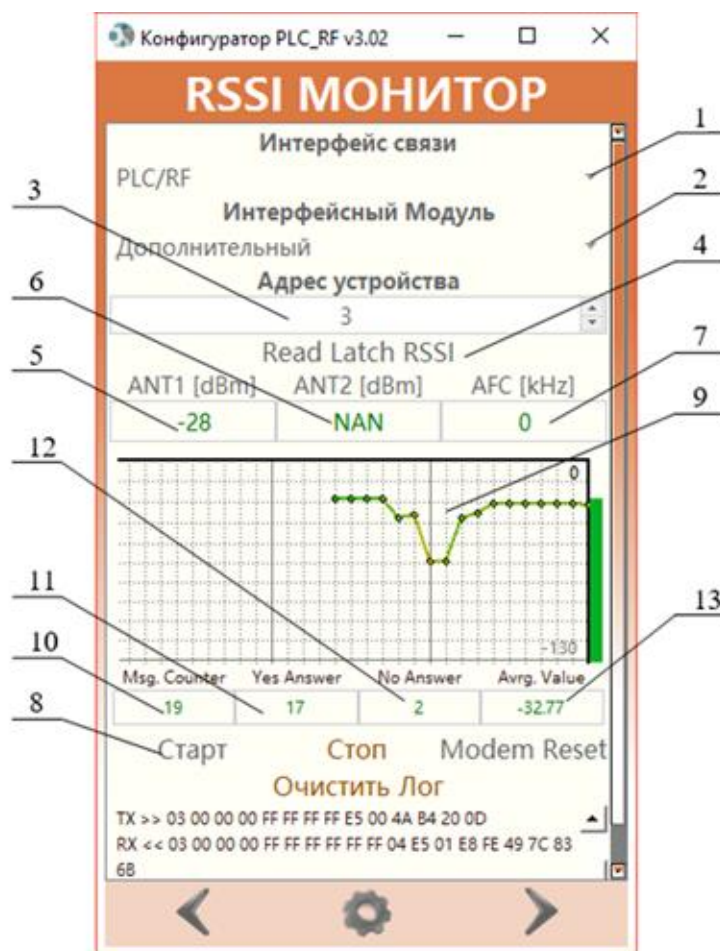
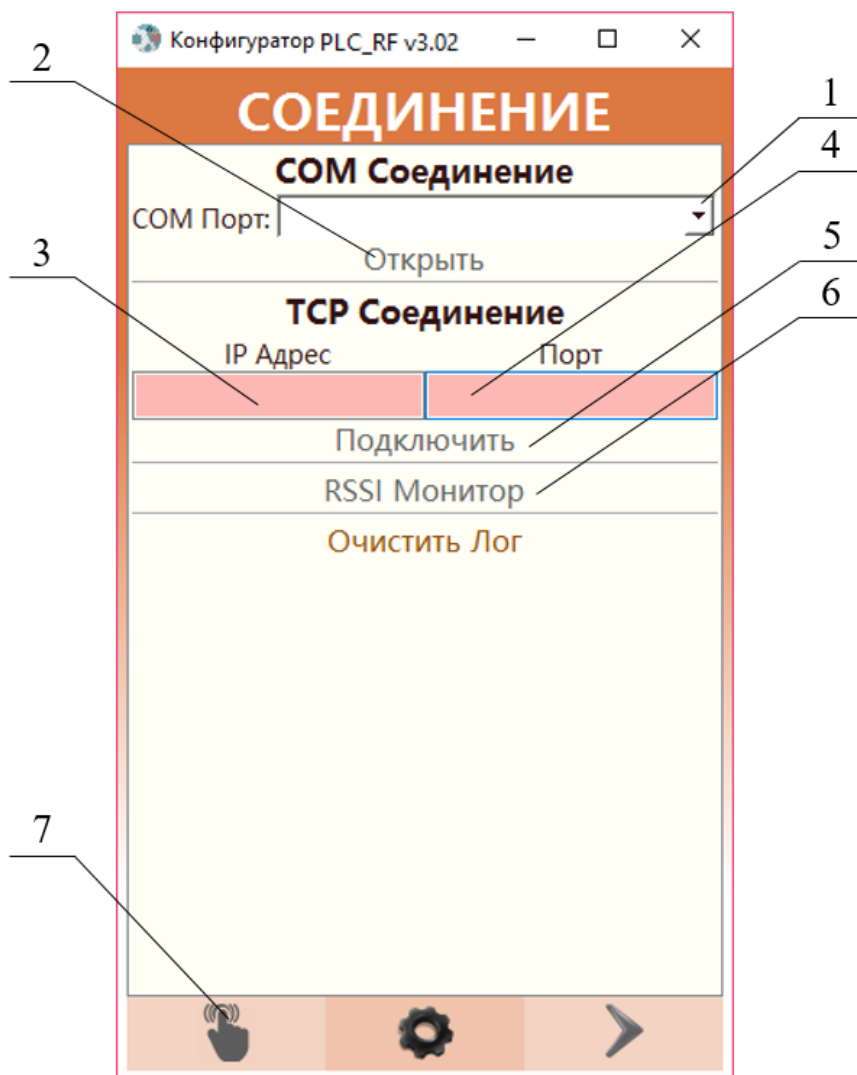
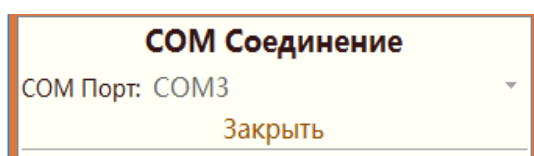
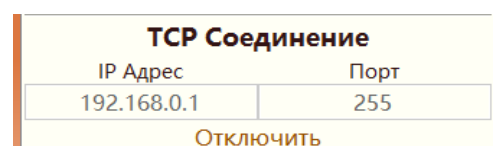

Рисунок 4 – окно «RSSI Монитор»
Рисунок 5 – Окно «Соединение»
Рисунок 6 – Кнопка «Закрыть» в окне «Соединение»
Рисунок 7 – Кнопка «Отключить» в окне «Соединение»
Значение RSSI измеряется опрашиваемым приемником в момент приема сообщения по интерфейсу RF. Приемниками могут быть модули RF в составе счетчиков, а также Милур IC U-Z. Мониторинг значения RSSI выполняется в окне «RSSI Монитор» (рис. 4).
7.3 В окне «Соединение» (рис. 5) выбрать тип соединения в зависимости от типа устройства и способа его подключения к ПК в соответствии с таблицей Таблица1.
После установления соединения разблокируется кнопка «RSSI Монитор» (рисунок 5 поз.6).
7.4 Открыть окно «RSSI Монитор» (рис. 4) нажатием кнопки «RSSI Монитор» из окна «Соединение» (рис. 5 поз. 6).
ВАЖНО! Выпадающий список интерфейсного модуля (рис. 4 поз. 2) будет доступен только если в окне «Подключение» Интерфейсом связи будет выбран COM/UCO (Оптопорт)
Таблица 5 – Элементы окна «RSSI Монитор» и их функции (рис. 4)
7.5 В выпадающем списке «Интерфейс связи» (рис. 4 поз. 1) выбрать интерфейс связи
А) откроется информационное поле (рис. 4 поз. 9), в котором будет отображаться график RSSI для серии запросов.
Б) в полях (см. рис.4): «ANT1 [dBm] (поз. 5), «ANT2 [dBm] (поз. 6), AFC [kHz] (поз. 7), «Msg. Counter» (поз. 10), «Yes Answer» (поз. 11), «No Answer» (поз. 12), «Avg. Value» (поз.14) будут отображаться соответствующие таблице 5 данные в режиме реального времени.
При этом, если у устройства-приемника две антенны, то в полях, «ANT1[dBm] (рис. 4 поз. 5) и «ANT2 [dBm](рис. 4 поз. 6) будут отражаться данные для каждой антенны приемника соответственно.
- Кнопка «Read latch RSSI» (рис. 4 поз. 4) запускает однократный запрос RSSI
- Кнопка «Стоп (рис. 4 поз. 13) останавливает мониторинг.
Открытие сеанса связи с устройством выполняется в окнах «Соединение» (рис. 5) и «Подключение» (рис. 10). Порядок действий в конфигураторе при открытии сеанса связи универсален для модулей PLC и RF в составе счетчиков, а также для Милур IC U-Z.
Таблица 6 – Элементы окна «Соединение» и его функции (рис. 5)
А) при подключении через COM-порт (COM-соединении) в выпадающем списке выбора COM-порта (рис. 5 поз. 1) выбрать COM-порт, назначенный ПК для подсоединенного устройства, и нажать кнопку «Открыть» (рисунок 5 поз. 2). После открытия COM-порта, элементы окна TCP-соединения блокируются, а кнопка «Открыть» меняет текст на «Закрыть» (рис. 6);
Б) при подключении через TCP-сервер (TCP-соединение), в соответствующие поля окна ввести IP-адрес (рис. 5 поз. 3) и номер порта TCP-сервера (рис. 5 поз. 4) и нажать кнопку «Подключить» (рис. 5 поз. 5). После подключения элементы окна COM-соединения блокируются, а кнопка «Подключить» меняет текст на «Отключить» (рис. 7).